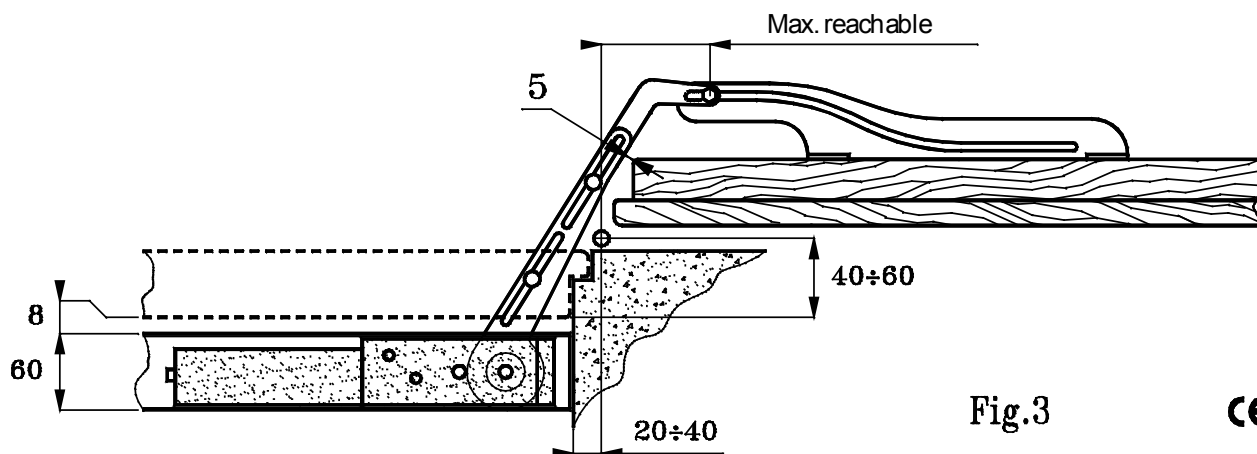

Fig.3
2. Připevněte držák (10) na hliníkovém rámu pomocí šroubů (12). Šrouby musí zůstat trochu volné aby se dalo s držákem pohybovat u strany pantů (18);
3. Odstraňte krycí profil (2) od těla pohonu
6. Připevněte hliníkový rám pod horní stěnou rámu okenice (překlady) (17) a to 8 mm od rámu okenice v zavřené pozici; [Fig.3]
- (Je-li pohon nainstalován na okenním rámu) (19) musí být dodržen rozměr při otevřené okenici nejméně 5 mm od ramena, aby bylo umožněno proudění dešťové vody
8. Zajišťovací šroub (5) ve válečkové drážce (6) povolte a uvnitř dráhy nastavte rameno (4) vzdálenost od okenice by neměla být větší než 5 mm. Utáhněte šrouby (5) [Fig.3]